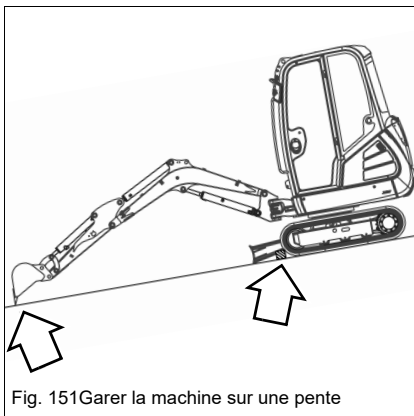

Fig. 151 Garer la machine sur une pente
- Placer des protections adéquates contre les chenilles (p. ex. des cales, des blocs) comme indiqué dans Fig. 151.